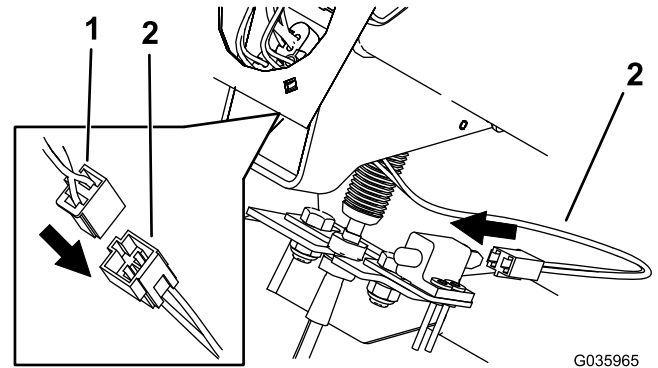

Figura 11
4. Ligue a cablagem da máquina à cablagem da extensão da embraiagem (Figura 11).
5. Ligue a cablagem da extensão da embraiagem ao interruptor da embraiagem (Figura 11).